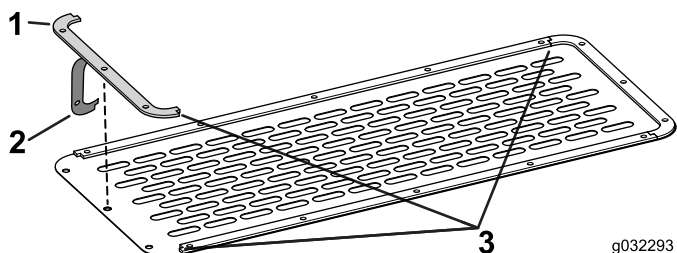

Figura 7
3. Retire el papel protector del adhesivo de la junta y adhiera la junta a la tapa (Figura 7).